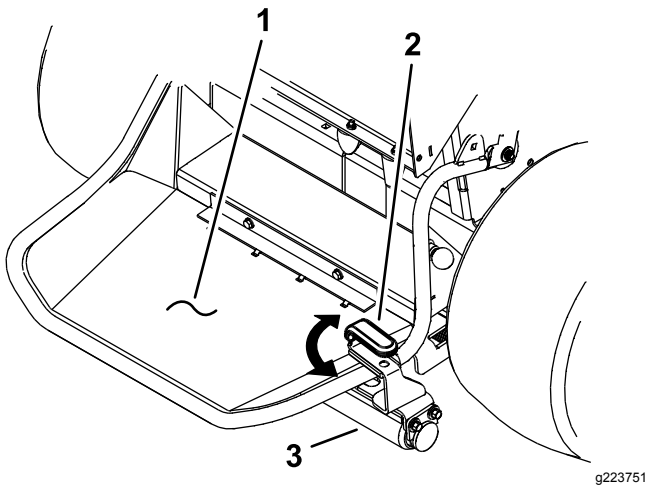

Figure 7
3. La plate-forme étant abaissée, levez le rouleau et tournez la poignée de levage sur la plate-forme (Figure 7).